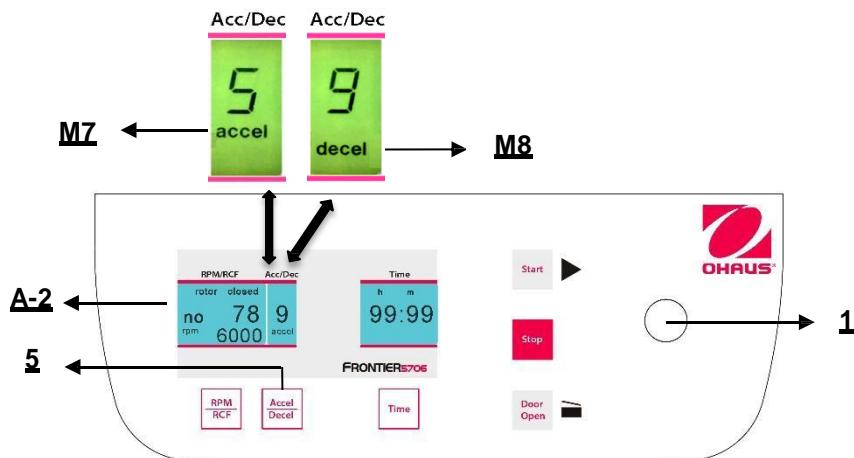

Abbildung. 21
Diese Funktion wird durch die Taste "Accel/Decel" (5) aktiviert (siehe Abbildung 21).